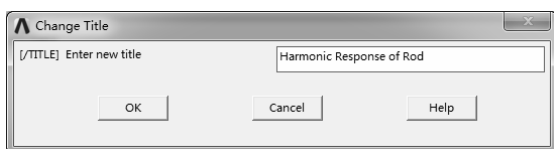

图 7-113 “Change Title”对话框
2) 选择“Utility Menu>File>Change Title”命令, 弹出“Change Title”对话框, 修改标题为“Harmonic Response of Rod”, 如图 7-113 所示。单击“OK”按钮完成修改。